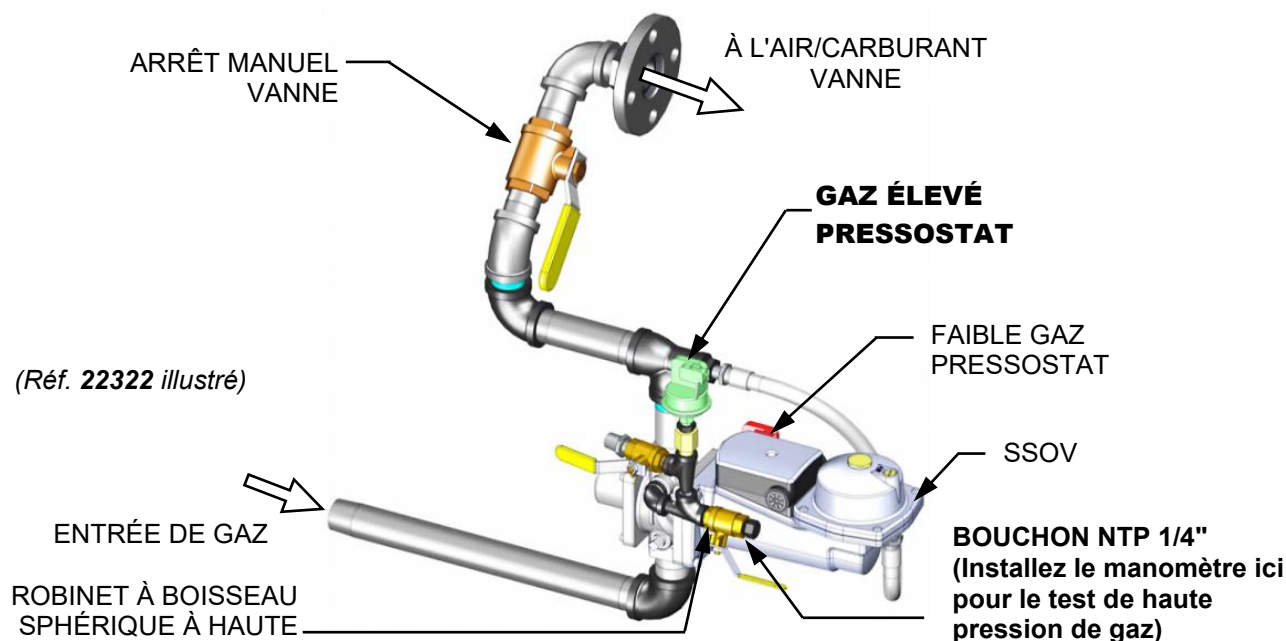

Figure 5-3a : Composants d'essai à haute pression de gaz BMK750/1000
2. Retirez le bouchon NPT de 1/4 po du robinet à boisseau sphérique de détection de fuites de gaz haute pression illustré aux figures 5-3a à 5-3c.
5. Fermer le robinet d'arrêt manuel du train de gaz situé entre le robinet d'arrêt de sécurité (SOVS) et le robinet air/carburant, comme le montrent les figures 5-3a à 5-3c, ci-dessus.
11. Une fois la flamme prouvée, fermer le robinet d'arrêt manuel situé entre le SSOV et le robinet air/carburant (voir les figures 5-3a à 5-3c, ci-dessus).